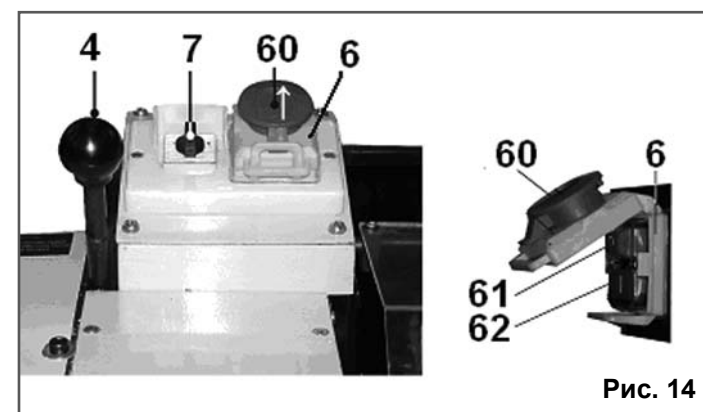

Рис. 14
10.2.2. Нажмите красную крышку (60) магнитного пускателя (6), сдвинув ее в направлении от себя, как показано стрелкой на крышке (60) аварийного выключателя (6). Откройте крышку (6) аварийного выключателя (6) после нажатия на зелёную кнопку (60) при условии, что защитный щиток (40), Рис.2, опущен (установлено устройство отключения), и переключатель (7) направления вращения шпинделя (46) установлен в одно из положений направления вращения шпинделя (46). Станок включится (начнёт вращаться шпиндель), Рис.14.
10.2.4. Направление вращения шпинделя (46) определяется положением переключателя (7) направления вращения, Рис.14.